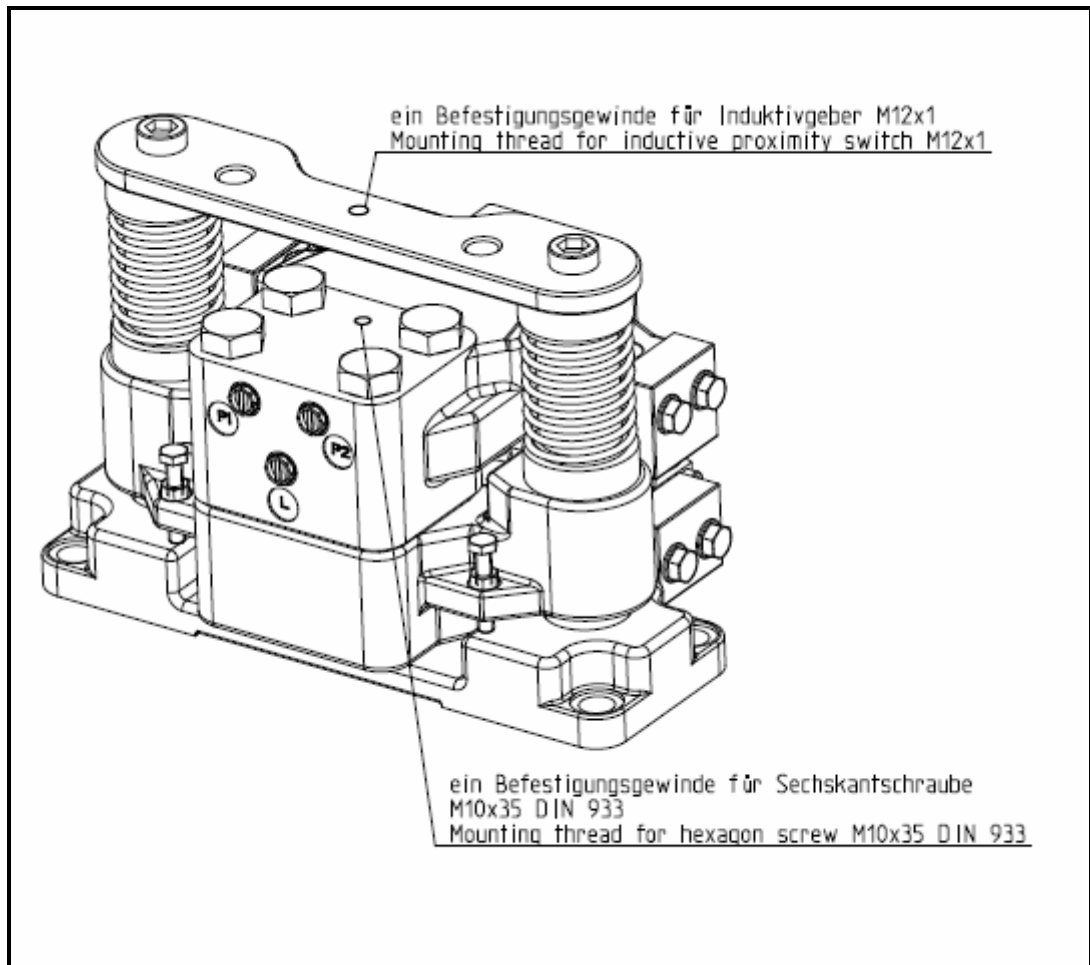

Bild 13.3
- Der Induktivgeber ist nach Bild 13.3 anzuordnen. Wird die Bremse betätigt fällt die Bremse ein und der Abstand zwischen Auslöseschraube und Induktivgeber wird kleiner. Sobald der Grenzwert erreicht ist wird der Induktivgeber im druckbeaufschlagtem Zustand bedämpft. Die LED des Näherungsschalters muss leuchten.